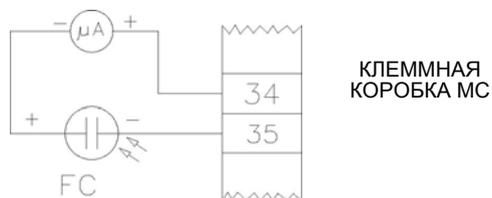

Рис. 36 - Детектирование с фотоэлементом QRA..
- Проверить и аккуратно почистить фотоэлемент UV улавливания пламени и, если необходимо, заменить его. В случае возникновения сомнения, проверить контрольный контур, после того, как горелка будет вновь запущена, согласно схеме на Рис. 36;
Чтобы проверить ток у контрольного электрода, следуйте схемам на Рис. 36. Если электрический импульс ниже указанного значения, проверьте положение контрольного электрода или фотоэлемента, электрические соединения и, при необходимости, замените электрод или фотоэлемент.